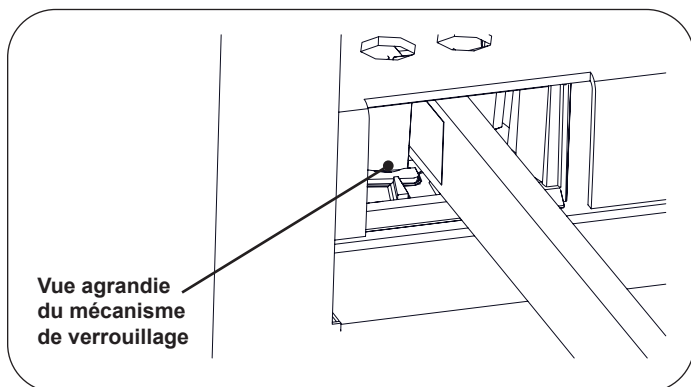

Figure 10. Mécanisme de verrouillage d'étrier
1. Pour utiliser les étriers, saisir l'extrémité de l'étrier et le tirer tout droit hors de la table (Figure 10). Soulever légèrement l'étrier tout en le faisant glisser hors de la table.
2. Lorsque la position souhaitée est obtenue, abaisser l'étrier pour mettre en prise le mécanisme de verrouillage latéral (Figure 10 et Figure 11).